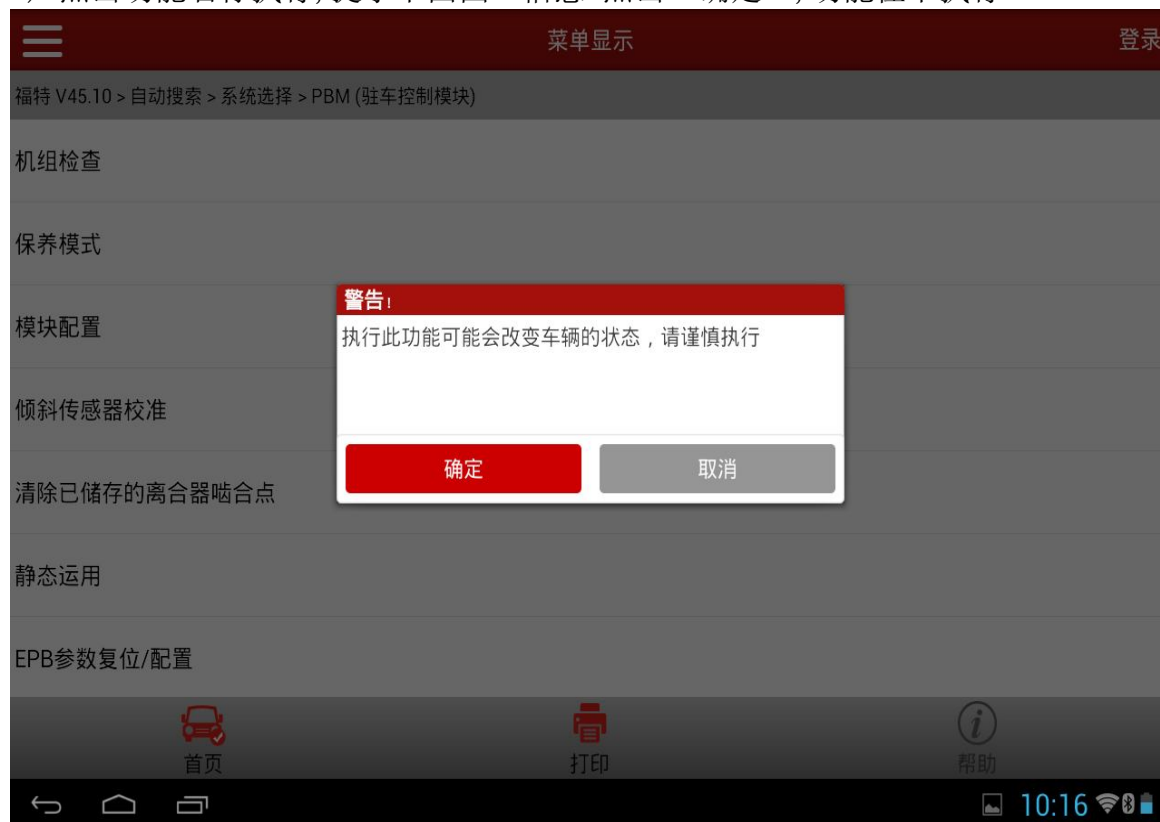

图 2
2). 点击功能名称执行, 提示下面图 2 信息. 点击”确定”, 功能往下执行